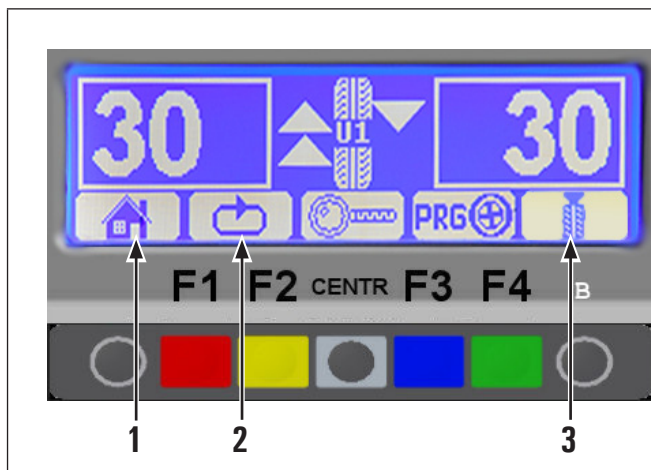

Fig. 115
- 5 Sélectionné 1 fois : affiche la séquence de touches successive (fonction MATCHING) (Paragraphe 8.8 "PROCEDURE MATCHING (Optimisation jante - pneu)"). Sélectionné 2 fois : affiche la séquence de touches successive (balourd statique, voir Fig. 115) (JAUNE) (F2)